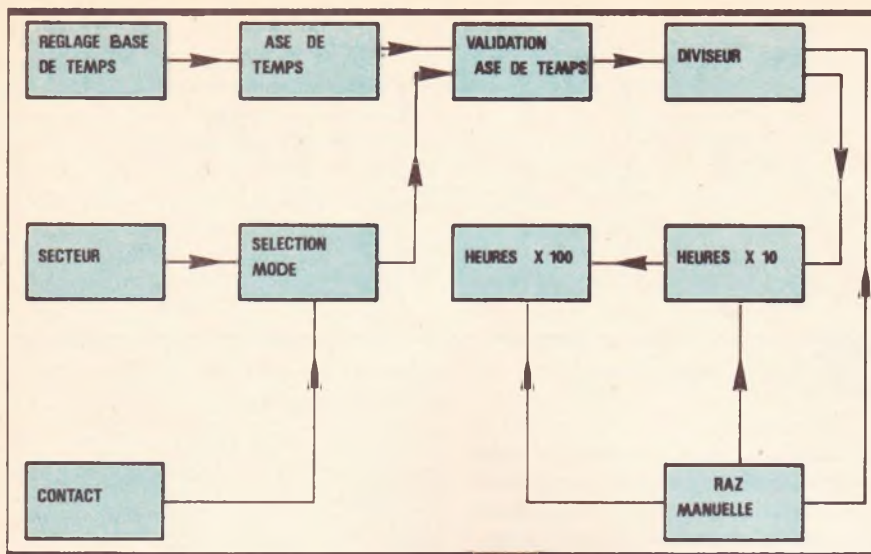

Fig. 1 Synoptique complet du montage.
- un compteur à affichage digital. Bien entendu, des gammes différentes sont aisément obtenues par simple modification de la base de temps ou du facteur de division. Nous vous invitons à consulter le schéma synoptique de cette réalisation en figure 1.